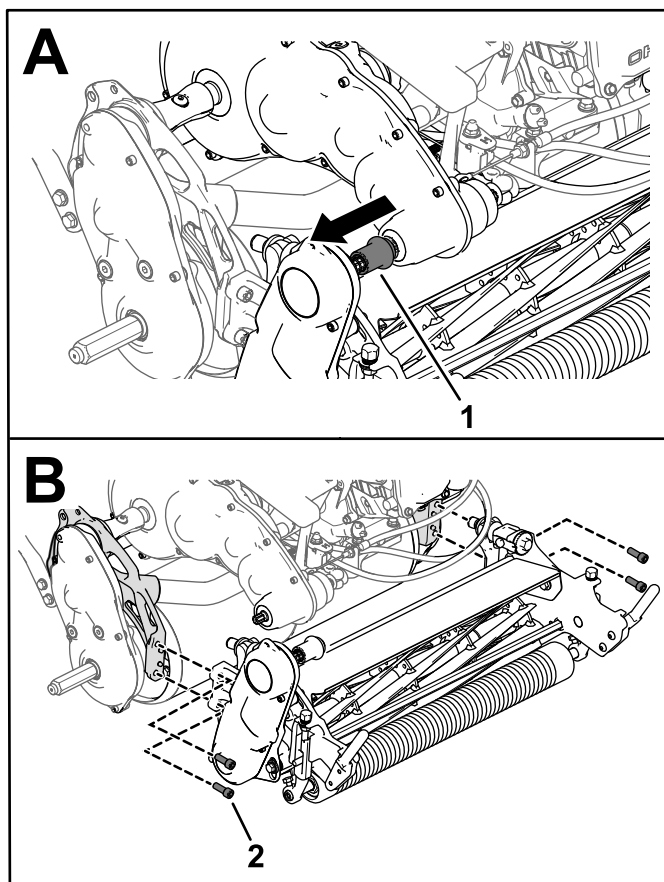

Figura 51
3. Liberte o acoplador da transmissão da unidade de corte para o veio da transmissão (**Figura 51**).
4. Retire os parafusos de cabeça sextavada interior que prendem a unidade de corte à estrutura (**Figura 51**).